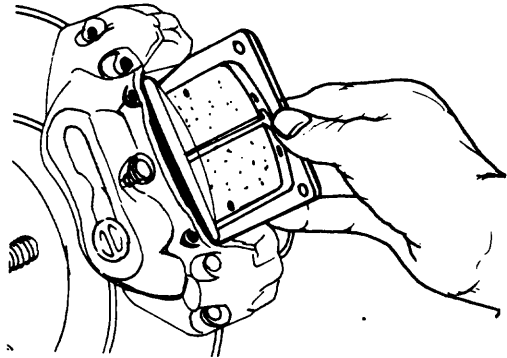

Fig. 9
- b Ubique las placas de frenaje en su posición (fig. 9) y coloque los seguros y pasadores.